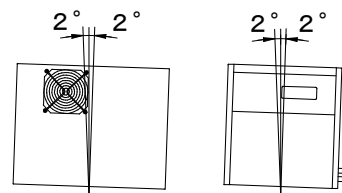

図 1
- ・ 前後、左右とも傾き(±2°以下)がないように、水準器等で確認してください。(図1)